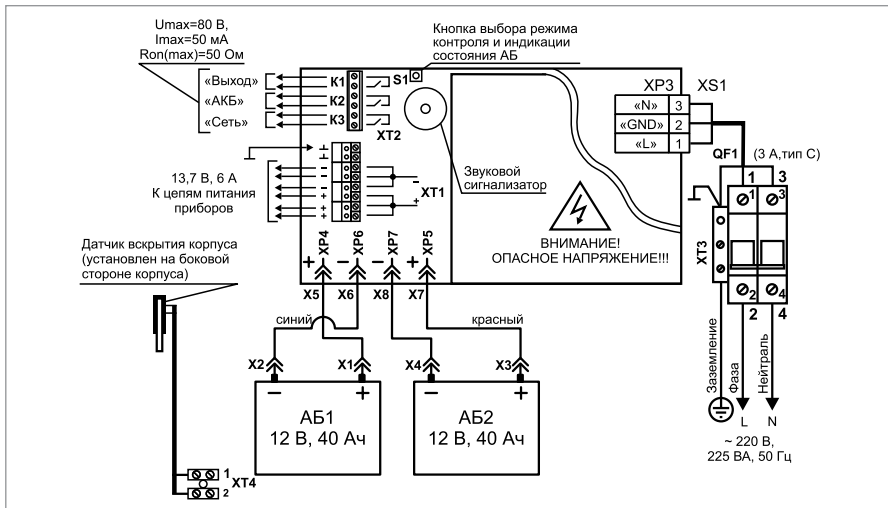
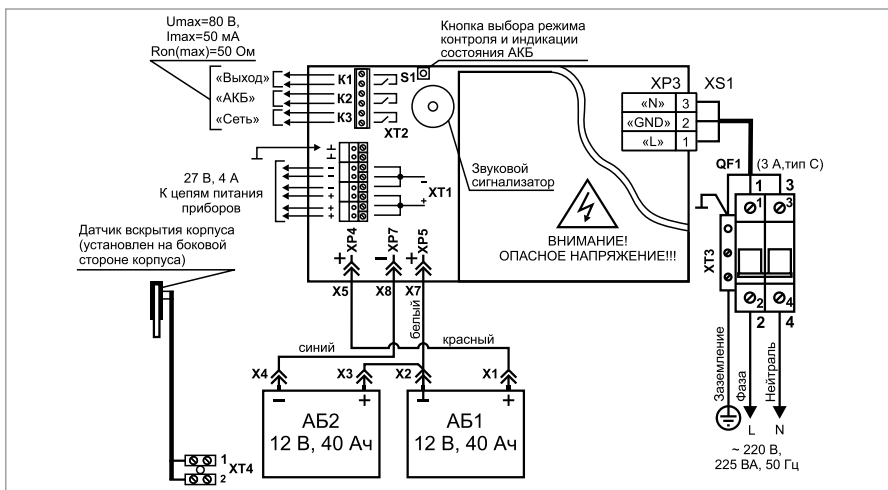

Рисунок 10. Схема подключения РИП-12 исп.06 (РИП-12-6/80МЗ-Р)
Рисунок 11. Схема подключения РИП-24 исп.06 (РИП-24-4/40МЗ-Р)
1.3. Схема подключения приведена на Рисунок 10 и Рисунок 11.
1.9. Проверьте правильность произведённого монтажа в соответствии со схемой подключения (Рисунок 10).
2.10. Отключите обе АКБ от платы РИП, отсоединив контакты X1, X2, X3, X4 от клемм АКБ (см. Рисунок 10 и Рисунок 11).